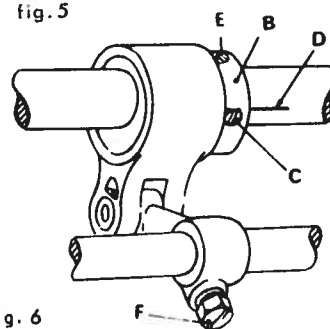

Fig. 6
- Regolare l'eccentrico B (fig. 6) per lo spostamento frontale del crochet, in modo che la tacca D incisa sull'albero corrisponda alla tangente superiore della vite C.
- Controllare che la punta del crochet, nella sua corsa verso sinistra, passi a circa 0,05 mm. dall'incavo dell'ago. Se cio' non avvenisse, regolare il gruppo mediante la vite F (fig. 6).